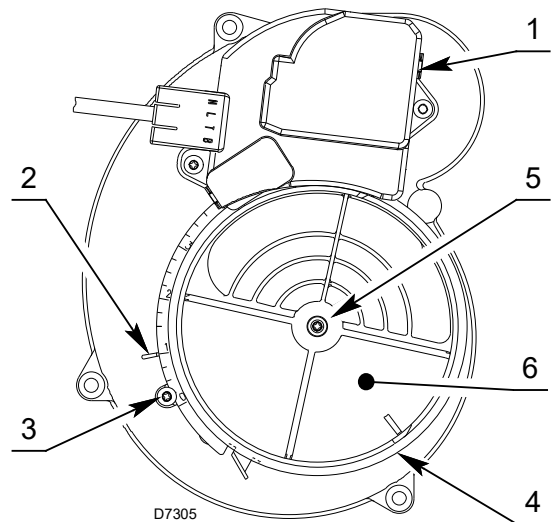

Fig. 13
El accionador 1)(Fig. 13) acciona el registro de aire (6); el quemador no arranca hasta que el registro de aire (6) no está completamente abierto.